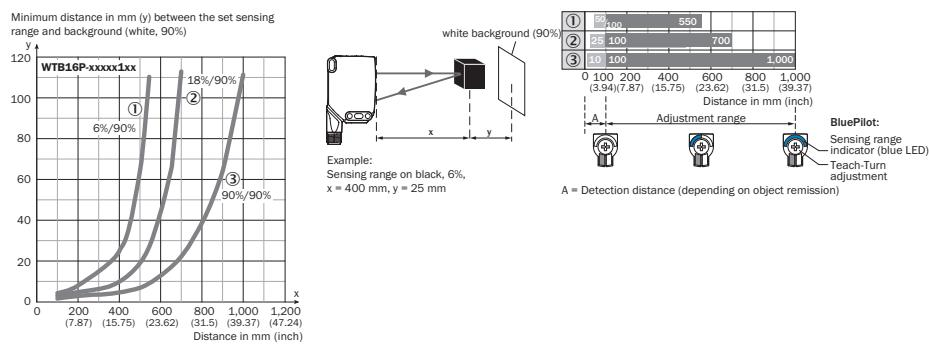

Рисунок 99: Характеристика 1, WTB16P-xxxxxx1xx, красный свет
Минимальную дистанцию (= y) для подавления заднего фона можно определить по диаграмме [рисунок 99 ①] следующим образом: